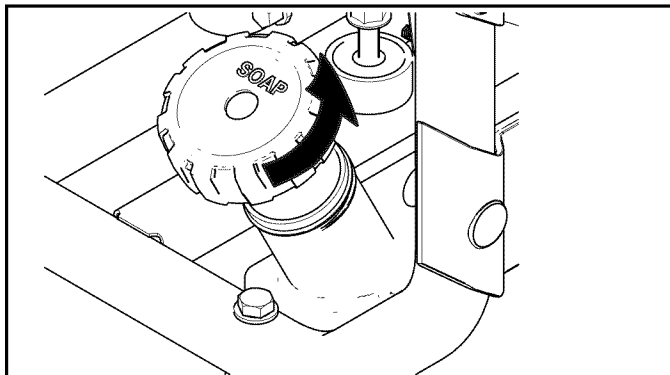

Figure 6-1. Bouchon de l'orifice de remplissage de produits chimiques / tuyau de siphonnement
3. Enlevez le bouchon de l'orifice de remplissage de produits chimiques ainsi que le tuyau de siphonnement (Figure 6-1).